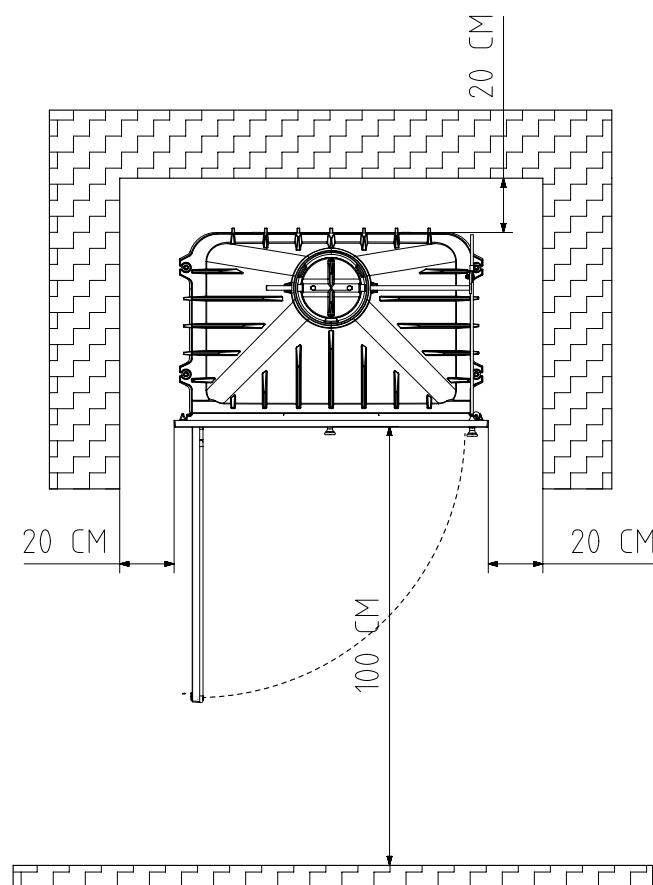

FIG. 7
- Mantenha afastado qualquer material combustível (móveis, cortinas, roupa, etc.), a uma distância mínima de segurança de 0,90 m. (Fig. 7)